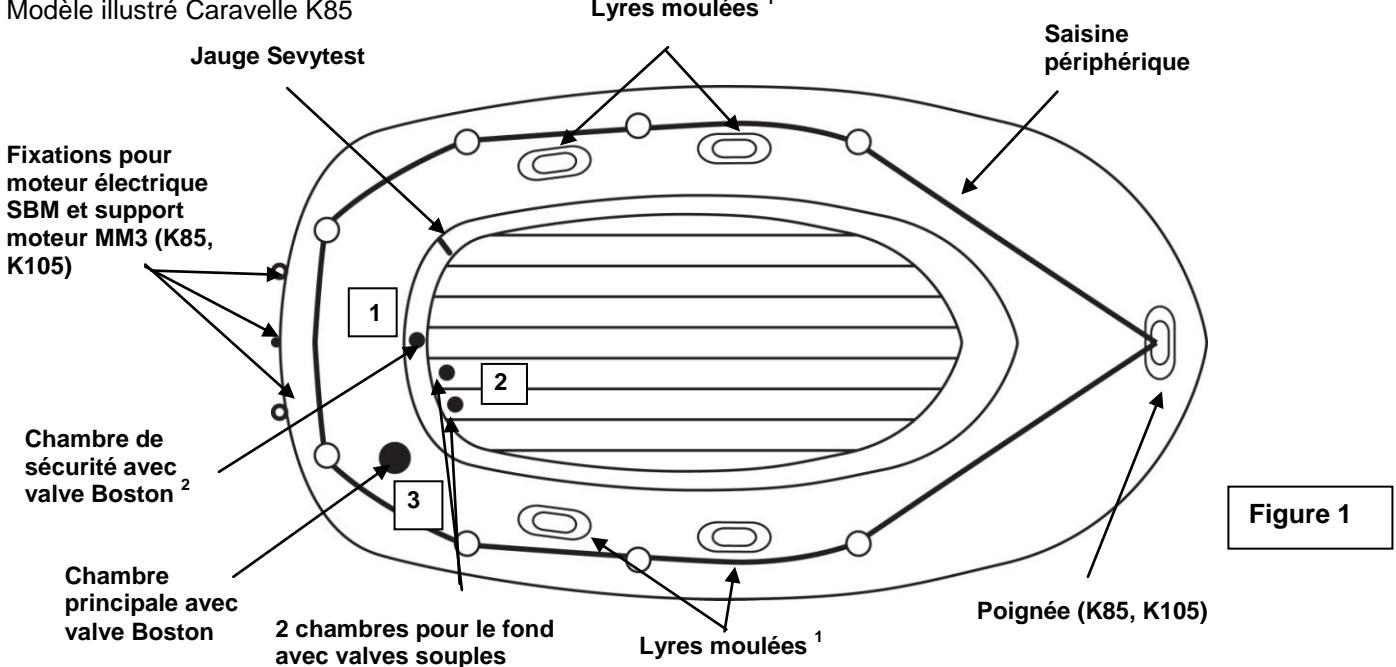

Figure 1
- a) Valve(s) Boston (figure ci-contre) : dévisser le capuchon de la valve (1), visser le corps de la valve (2) dans la base de la valve (3) ; veiller à ce que le capuchon reste accessible. Insérer l'extrémité du tuyau du gonfleur dans la valve et gonfler jusqu'à atteindre le niveau de pression recommandé (voir point 3). Après gonflage, fermer bien toutes les valves avec leur capuchon (dans le sens des aiguilles d'une montre).
2. Gonfler le bateau selon l'ordre de gonflage indiqué sur la plaque d'immatriculation imprimée sur le bateau (voir également figure 1, la numérotation des valves).
3. Niveau de pression maximal : **la pression d'utilisation de ce produit est de : 0,06 bar (= 60 mbar). Ne la dépassez pas.** Votre bateau est équipé d'une jauge Sevytest qui permet de vérifier la pression. Gonfler tout d'abord la chambre de sécurité (voir figure 1) jusqu'au repère "+" du Sevytest, puis la chambre principale (voir figure 1) jusqu'au repère "-". **Surpression** : dégonfler jusqu'à atteindre le niveau de pression recommandé. **Baisse de pression** : regonfler légèrement. **N.B.** : il arrive que l'indicateur de la jauge SEVYTEST ne revienne pas à sa position initiale après de fréquents gonflages en raison d'un allongement du PVC sous l'influence de la pression de gonflage. Mais vous pourrez encore vérifier qu'il est positionné dans les limites des niveaux de pression recommandés.